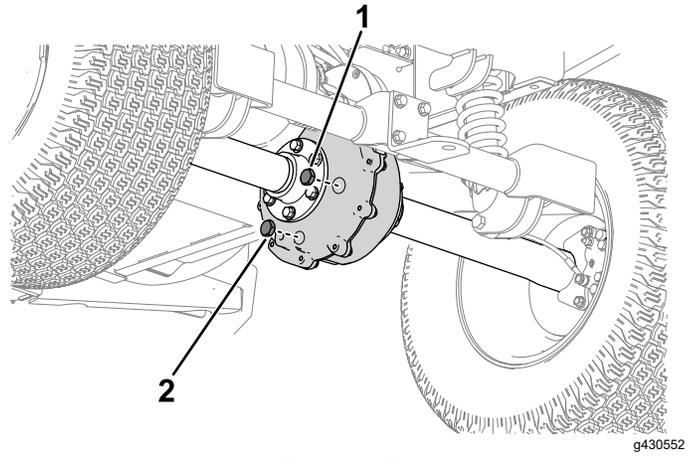

Figure 47
1. Placez un bac de vidange sous le bouchon de vidange de la boîte-pont (Figure 47).
2. Enlevez le bouchon de remplissage (Figure 47).